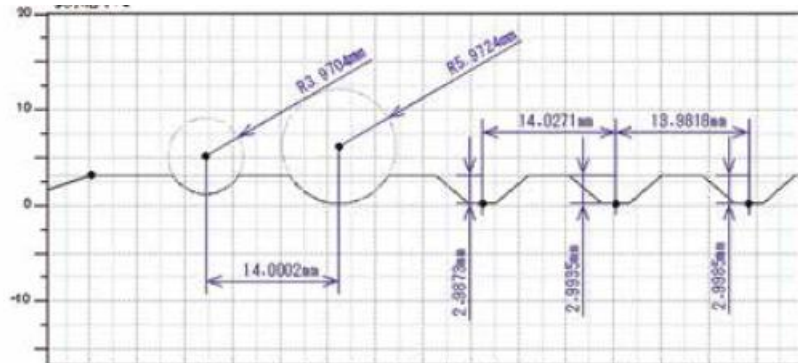

图11
3.1.3 可以分析点、直线、圆等要素，通过这些要素，再分析各要素间的交点尺寸、夹角、半径、直径、圆心距、坐标差、直线度、圆度等基本的长度尺寸和形状公差。详见图11。